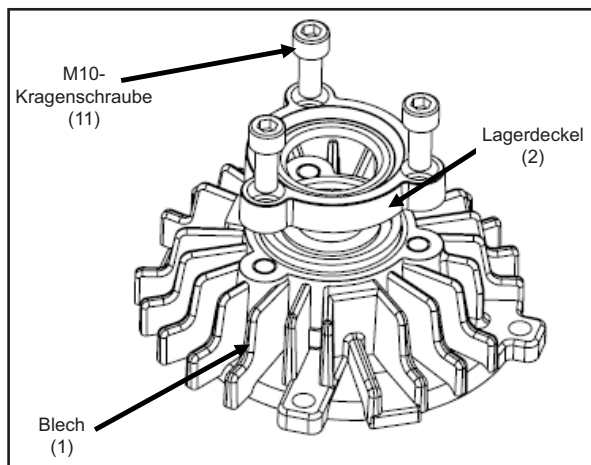

Abb. 23
8. Einen neuen O-Ring für den Lagerdeckel einsetzen. Die eventuellen Passelemente einsetzen und den Lagerdeckel mit drei M10-Schrauben (11) befestigen. Die Schrauben mit einer Spannkraft von 35 N.m anziehen ; siehe Abb. 23.